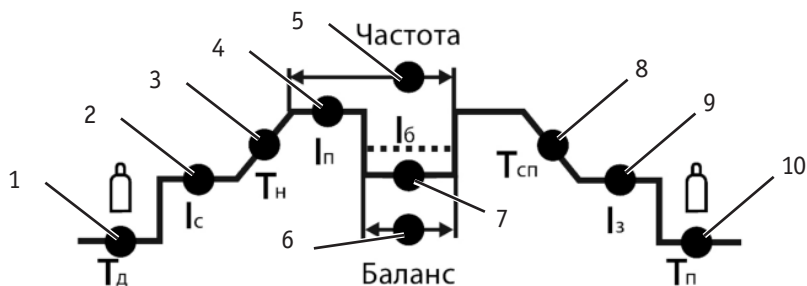

Рис. 7.2. Параметры сварки.
9. С помощью регулятора установите необходимые значения параметров сварки (см. рис. 7.2).